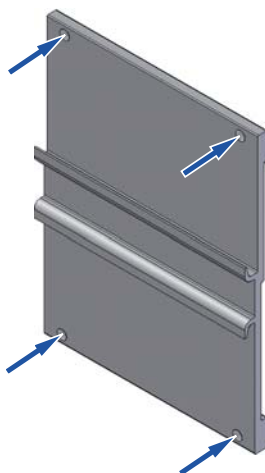

Abb. 1: Bohrlöcher anzeichnen
- Positionieren Sie die RSR-Wandmontageplatte als Bohrschablone an der gewünschten Stelle an der Wand und zeichnen Sie die vier Bohrlöcher an (siehe Abb. 1).
- lösen Sie die beiden unteren Schrauben am Gerät (siehe Abb. 1 bzw. 2).